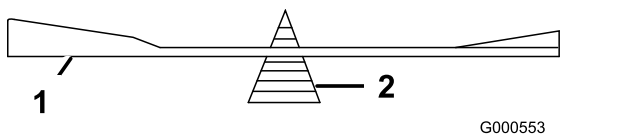

Figura 81
2. Verifique el equilibrio de la cuchilla colocándola sobre un equilibrador de cuchillas (Figura 81).